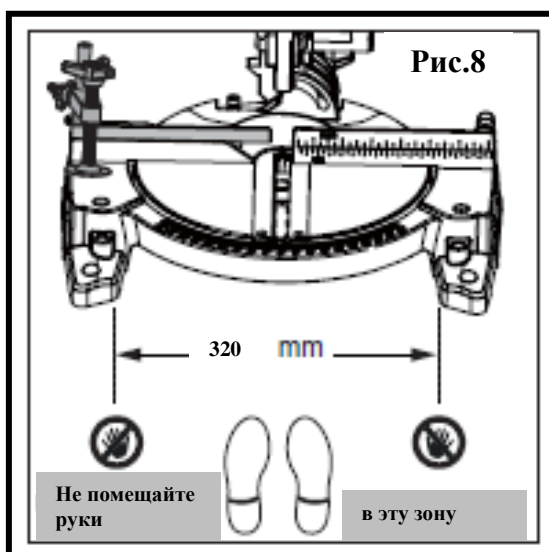

Рис.8
**Схема расположения ног и тела оператора (рис.8).**